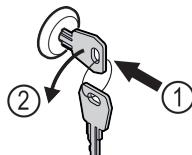

Fig. 178
- 按入钥匙。Fig. 178 (1)
- 将钥匙逆时针转动 90°。Fig. 178 (2)